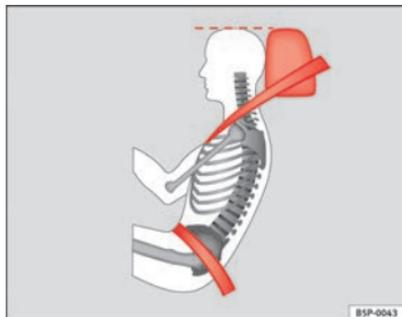

Fig. 13 Cintura di sicurezza e poggiatesta (visti di lato) posizionati correttamente
- Il tratto addominale del nastro deve passare sul bacino e non sull'addome. La cintura di sicurezza deve aderire bene al bacino ⇒ fig. 13. Se necessario si deve tendere un po' la cintura tirandola con la mano.